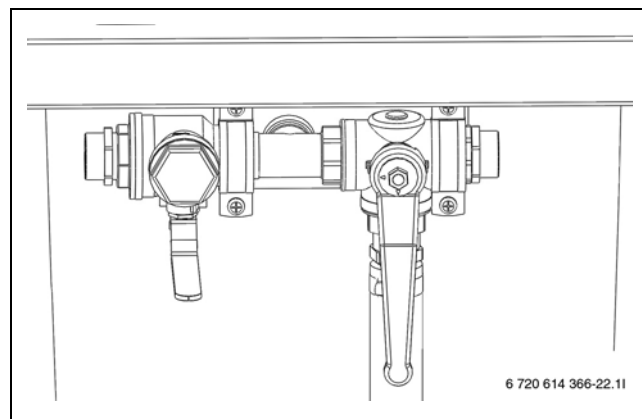

Bild 26 Påfyllnadsstation i blandningsläge
- ▶ Vrid ventilerna på påfyllnadsstationen så att de står i blandningsläge (→ Bild 26).